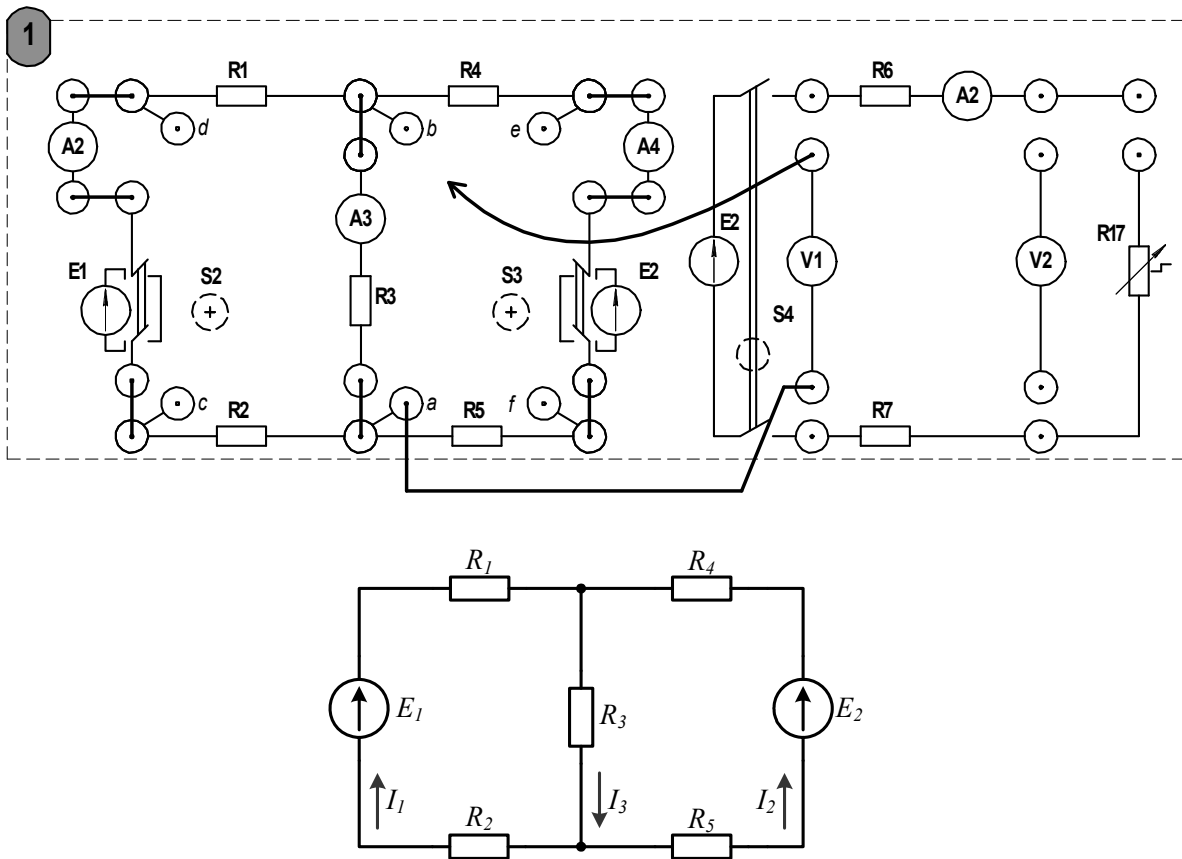

Рисунок 2.1 – Схема для измерения потенциалов в узлах
2.1.4 Принимая потенциал точки a на схеме (рисунок 2.1) равным нулю, выполнить измерения потенциалов точек b, c, d, e, f с учетом знаков. Используя результаты измерения, с помощью закона Ома определить сопротивления ветвей цепи и внутренние сопротивления источников ЭДС. Измерить напряжения между узлами (U_{ab}, U_{ac} и т. д.). Результаты занести в таблицу 2.1.